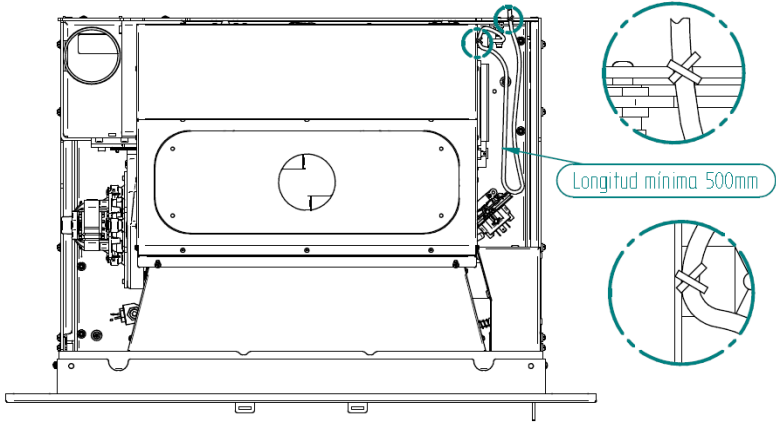

Figura 12 – Ligação elétrica
- Depois de conectar o cabo elétrico na coluna do silo, é necessário prender o cabo na mesma coluna e a base, certificando-se de deixar o comprimento de cabo, suficiente para que o equipamento possa fazer todo o percurso nas calhas (500 mm), sem o cabo estar em tensão ou tocar nas partes quentes, Figura 12.